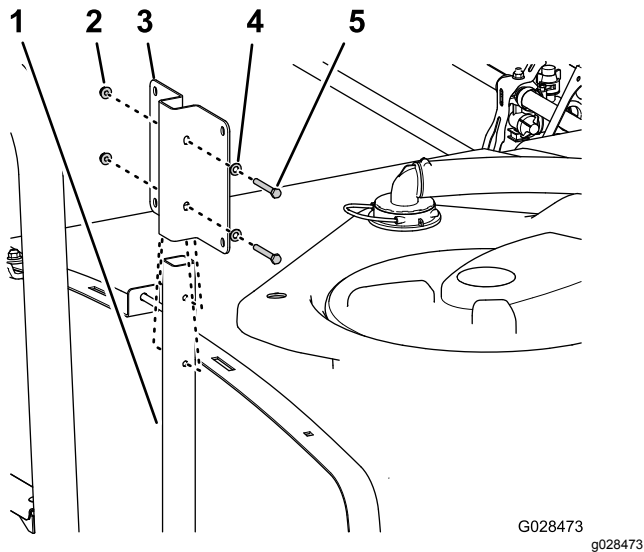

Figure 36
1. Alignez les trous du support du réservoir d'eau douce et les trous du tube de support (**Figure 36**).
2. Fixez les supports au tube (**Figure 36**) au moyen de 2 boulons à embase ($\frac{5}{16}$ " x $2\frac{1}{4}$ "), 2 rondelles ($\frac{5}{16}$ ") et 2 contre-écrous à embase ($\frac{5}{16}$ ").